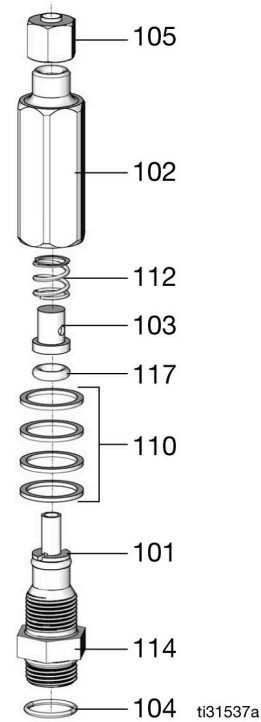

Рис. 43
Инжекторы для консистентной смазки служат для подачи точного количества консистентной смазки в каждую точку смазки в системе. Если инжектор не обеспечивает подачу правильного количества консистентной смазки в определенную точку смазки или если недоступен запасной инжектор требуемого размера, для регулировки выходного объема инжектора можно использовать выходные разделительные шайбы (110) (Рис. 43, стр. 56).
3. С помощью ключа на 5/8 дюйма ослабьте и открутите корпус инжектора (102) от блока клапана (114). Соблюдайте осторожность, чтобы не повредить пружину (112), колпачок фиксатора (103) и уплотнительное кольцо (117) (Рис. 43, стр. 56).
- Чтобы увеличить выходной объем, добавьте распорные кольца (110).
- Чтобы уменьшить выходной объем, уберите распорные кольца (110).
5. Соберите блок клапана инжектора. Следите за тем, чтобы все извлеченные во время разборки детали были установлены обратно в правильном порядке, как показано на Рис. 43 (стр. 56). С помощью ключа на 5/8 дюйма затяните корпус с усилием, достаточным для надежной фиксации выходных распорных колец (110) на месте. Затяните с усилием 8 фут-фунтов +/- 2 (10,8 +/- 2,7 Н•м).
6. Установите инжектор (101) на коллектор (119/120). Наденьте глубокую тонкостенную головку на форсунку и выровняйте относительно граней шестигранной гайки (114) (Рис. 43, стр. 56). Затяните с усилием 8 фут-фунтов +/- 2 (10,8 +/- 2,7 Н•м).